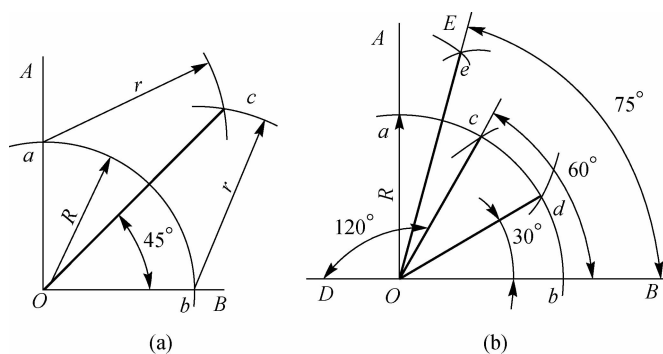

图 1-17 几何作图划角度线
(1) 划 45° 线。先作直角线, 后以直角的顶点 O 为圆心, 以适当的半径 R 划圆弧, 交两边于 a, b , 再以 a, b 为圆心, 以 r (大于 ab 距离之半) 为半径, 各划圆弧交于 c 点, 连接 Oc , 该直线为直角线的二等分线, 得 45° , 如图 1-17(a) 所示。
(2) 划 $30^\circ, 60^\circ, 75^\circ, 120^\circ$ 线。先作直角线, 后以直角的顶点 O 为圆心, 以适当的半径 R 划圆弧, 交两边于 a, b ; 分别以 a, b 为圆心, 以原 R 为半径划弧, 与前所作弧相交于 d, c 点, 连接 Oc, Od , 得 $30^\circ (\angle BOd)$ 、 $60^\circ (\angle BOc)$ 。以 a, c 为圆心, 以 r (大于 ac 距离之半) 为半径, 各划圆弧交于 e 点, 连接 Oe , 平分 30° 角为 15° , $60^\circ + 15^\circ = 75^\circ (\angle BOe)$ 。延长 BO , 则 $\angle DOc$ 为 120° , 如图 1-17(b) 所示。